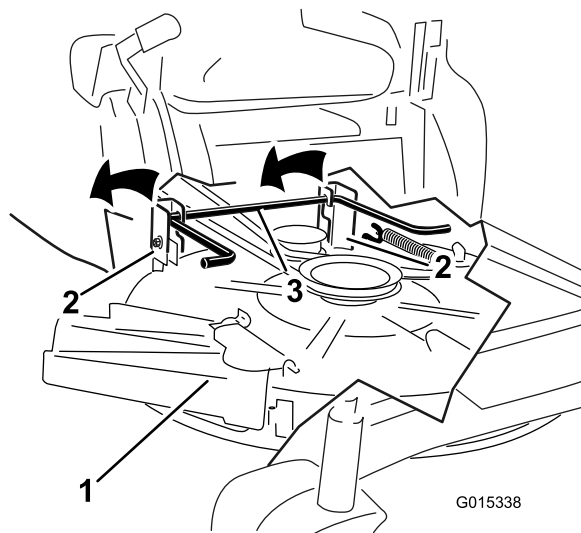

Figura 72
7. Levante a plataforma de corte e os suportes de suspensão afastando da haste de elevação traseira e baixe o cortador cuidadosamente até ao chão (Figura 72).
5. Levante parte de trás da plataforma de corte e oriente os suportes de suspensão por cima da haste de elevação traseira (Figura 72).